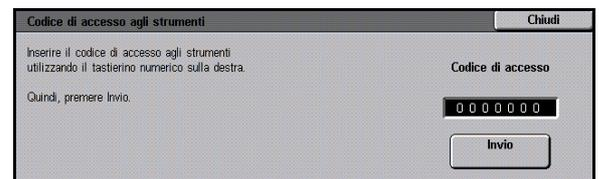

Fig. 4: Schermata Codice di accesso agli strumenti
- 2 Selezionare il pulsante **Strumenti** per visualizzare la schermata Codice di accesso agli strumenti, illustrata in Fig. 4.